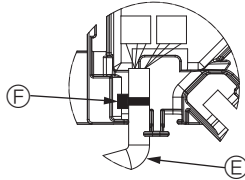

Fig. 10-10
- Den Kabelbinder zur Sicherung des Klappenmotorkabels wie in der Abbildung dargestellt am Anschlusskasten anbringen. (Fig. 10-10)